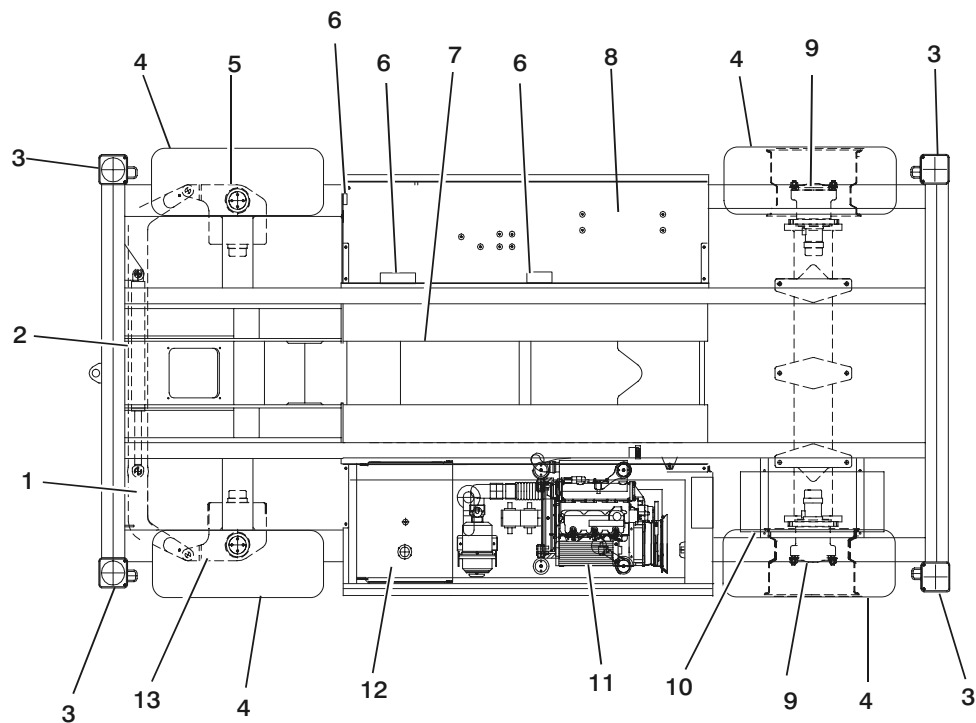

Рисунок 2-1. Схема обхода
5. **Ежедневный обход** – см. рис. 2-1.